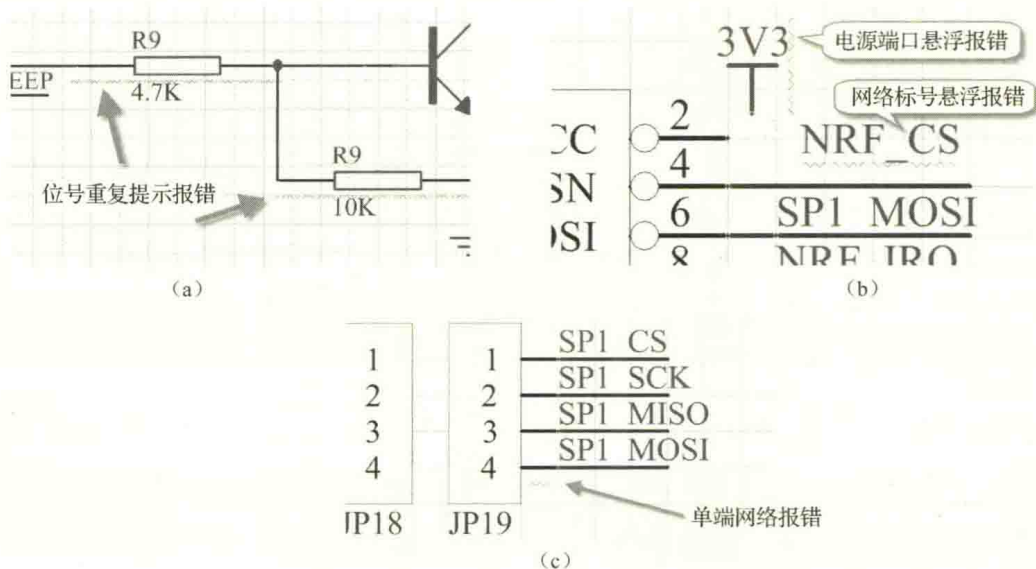

图 4-98 常见编译错误
(2) 对常规检查来说，集中检查以下对象。
- ① Duplicate Part Designators: 存在重复的元件位号，如图 4-98（a）所示。
- ② Floating Net Labels: 存在悬浮的网络标号，如图 4-98（b）所示。
- ③ Floating Power Objects: 存在悬浮的电源端口，如图 4-98（b）所示。
- ④ Nets with only one pin: 存在单端网络，如图 4-98（c）所示。